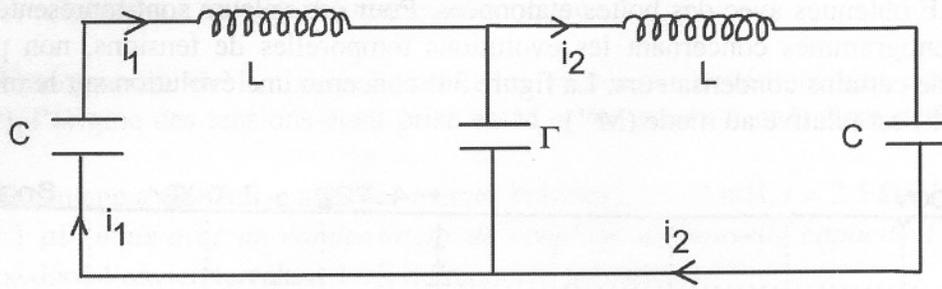
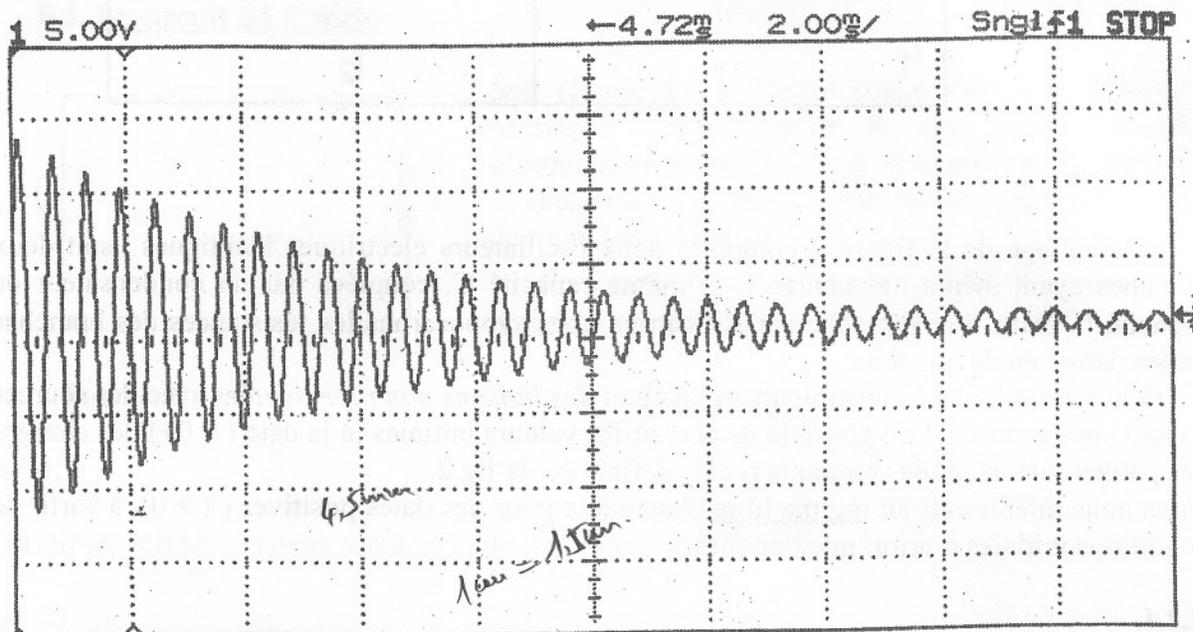
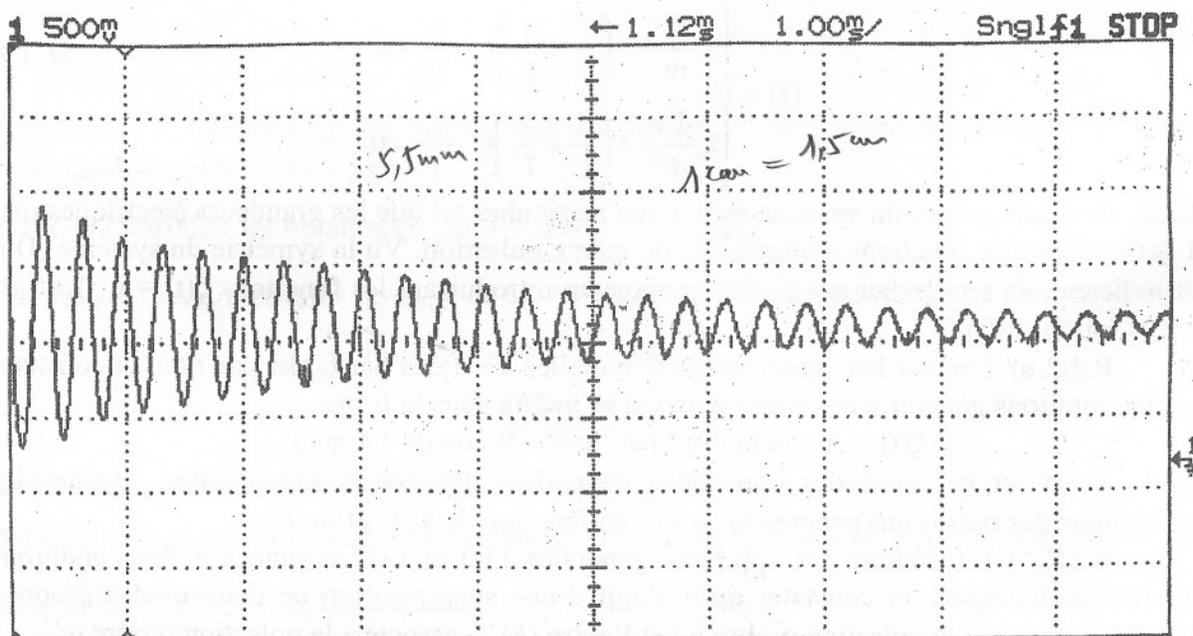

Figure 2
Figure 3a Mode (M') Balayage : 2,00 ms/carreau
Figure 3b Mode (M'') Balayage : 1,00 ms/carreau
Le montage de la figure 2 comporte deux oscillateurs électriques identiques : soit deux branches ayant même inductance L et même capacité C , couplées par un condensateur de capacité Γ . Dans une approche simplificatrice nous supposons les résistances des branches nulles dans l'étude qui suit.
Grâce à des jeux d'interrupteurs permettant des liaisons non représentées avec des sources de tension continue, il est possible de choisir les valeurs initiales (à la date $t = 0+$) des charges des condensateurs, et des courants i_1 et i_2 définis sur la fig.2.
B.2.2.c) Que dire de i_1 et de i_2 lorsque le circuit de la figure 2 oscille sur le mode (M') ? Quelle est alors l'influence de la capacité Γ ? Peut-on retrouver la valeur de ω' par une analyse simple du circuit ?
B.2.3. Le montage de la figure 2 a été réalisé avec des bobines disponibles au lycée, avec les valeurs affichées par le constructeur : $L = 9 \text{ mH}$, $r = 2,5 \Omega$, et des capacités $C = 1 \mu\text{F}$, $\Gamma = 1 \mu\text{F}$ obtenues avec des boîtes étalonnées. Pour ces valeurs sont représentées ci-dessous les chronogrammes concernant les évolutions temporelles de tensions, non précisées, aux bornes de certains condensateurs. La figure 3a) concerne une évolution sur le mode (M') et la figure 3b) est relative au mode (M'').